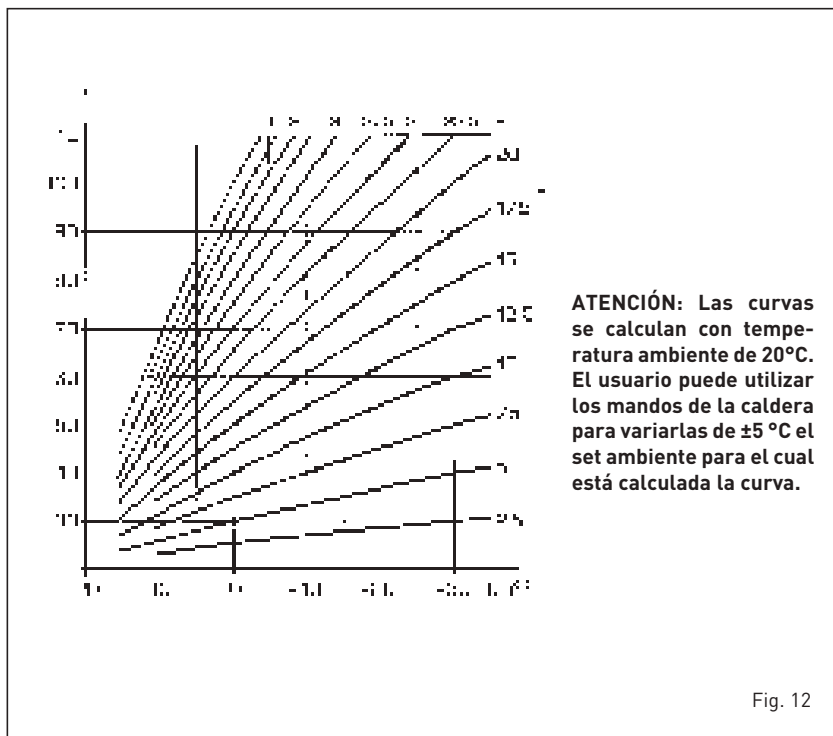

Fig. 12
3.4 SONDA EXTERNA CONECTADA (fig. 12)
En caso de presencia de sonda externa, los ajustes de calefacción se obtienen de las curvas climáticas en función de la temperatura externa, y de todos modos se mantienen dentro del rango indicado en 3.3 (parámetros PAR 22 para la zona 1, PAR 25 para la zona 2 y PAR 28 para la zona 3). La curva climática se puede seleccionar entre los valores de 3 y 40 (con pasos de 1). Aumentando la pendiente representada por la curva de la fig. 12, se incrementa la temperatura de impulsión de la instalación conforme a la temperatura externa.